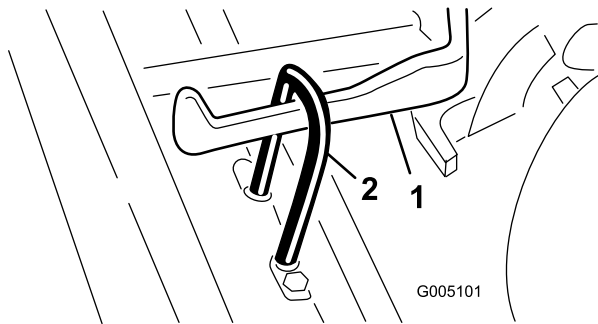

Figura 10
3. Deslice la unidad de corte por debajo del bastidor de tiro mientras engancha el gancho de elevación en el brazo de elevación (Figura 10).